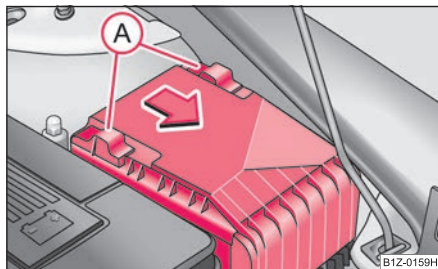

Fig. 236 Cubierta de fusibles en el vano motor
- Desplazar el estribo de seguridad (A) ⇒ fig. 236 hasta el tope; detrás del estribo de seguridad aparecerá el símbolo , retirar la cubierta.